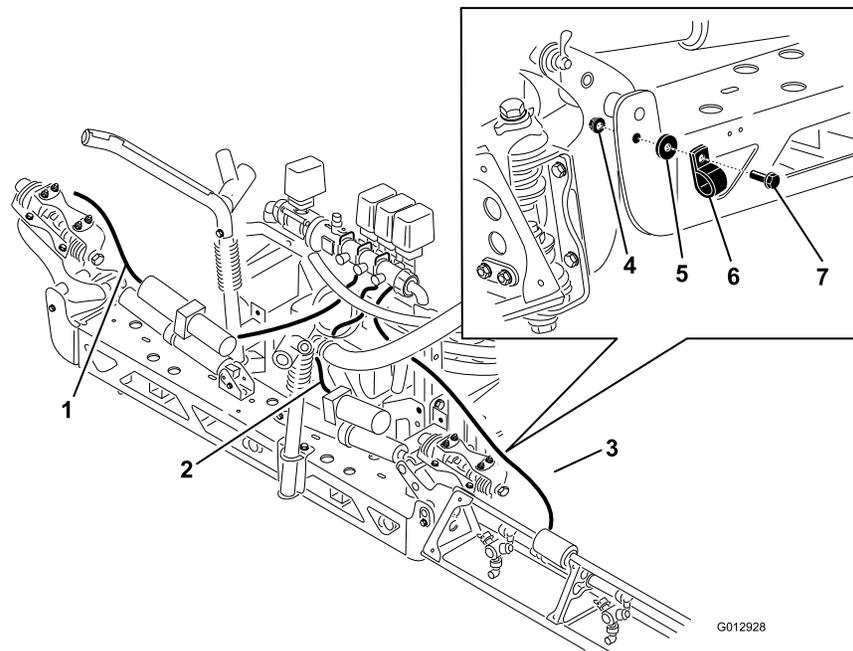

Bild 31
1. Verlegen Sie die Auslegerschläuche wie in Bild 31 dargestellt.
2. Befestigen Sie die linken und rechten Auslegerschläuche mit den R-Schellen vorne seitlich am mittleren Ausleger. Befestigen Sie die Schläuche und die R-Schellen mit einer Kopfschraube, einer Scheibe und einer Mutter, siehe Bild 31.